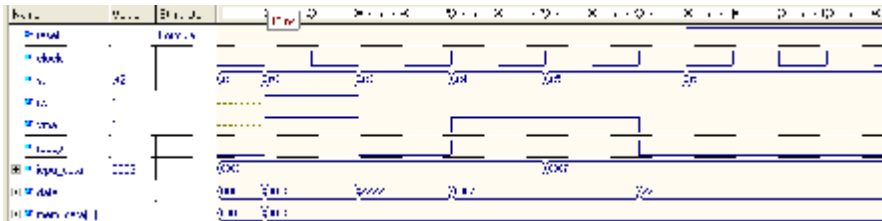

Рисунок 2.24 – Результат моделювання у ручному режимі
2.7.9 Клацнувши кнопку  **Run for**, виконайте моделювання при заданих настройках вхідних сигналів протягом 150 наносекунд. Результати моделювання будуть відображені у вікні **Waveform Editor** (рис. 2.24). На відрізках часу моделювання (10 ns .. 50 ns) виконується цикл запису зовнішньої пам'яті. На протязі 50 ns .. 90 ns часу моделювання – цикл її читання.